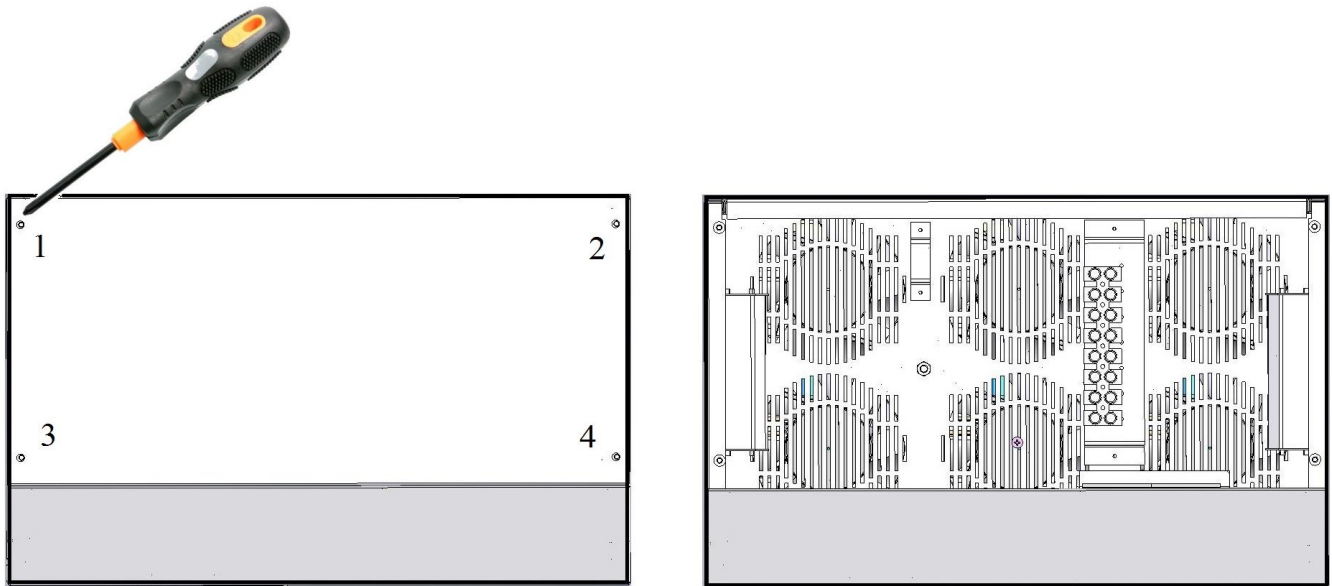
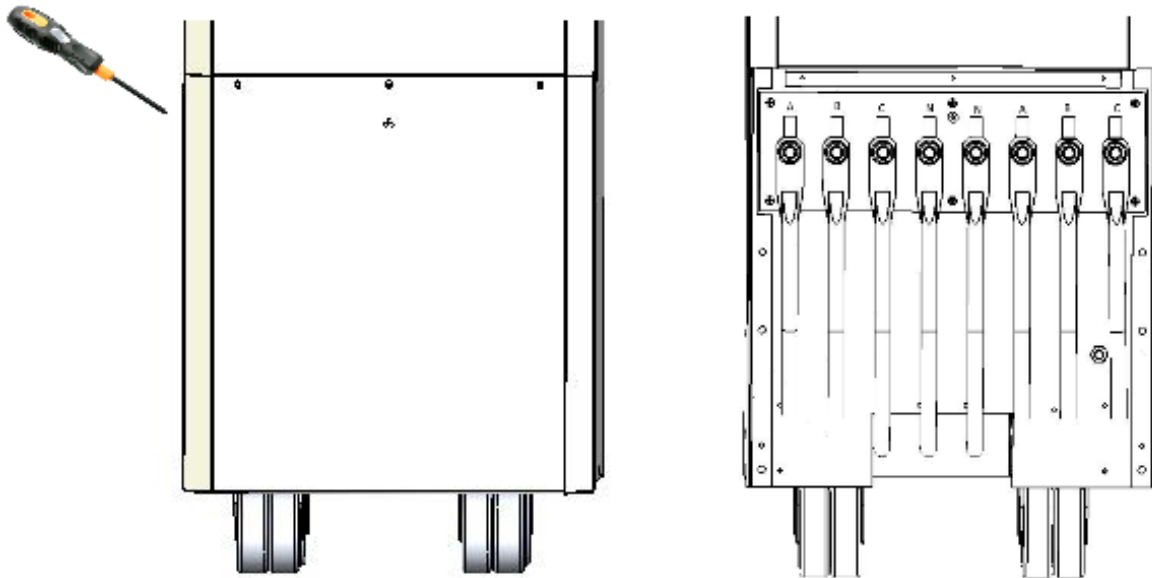

Рисунок 11. Схема зняття захисної кришки зверху корпусу стабілізатора
Рисунок 12. Схема зняття захисної кришки зверху корпусу стабілізатора
2. За допомогою викрутки відкрити гвинти захисної кришки з верхньої частини стабілізатору Герц на 25-80А (див. рис. 11) та нижньої частини стабілізатора Герц-ПРО на 100-160А для доступу до клемної колодці (див. рис. 12).